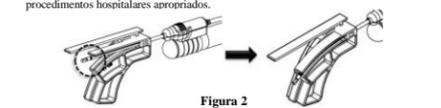

Figura 2
- Certifique-se de que a mais larga das duas listas pretas na cânula se estende para além da extremidade da aba de flexão antes de dobrar (*Figura 2*). Se se está não se estender para lá da extremidade da aba, a broca aspiradora pode não funcionar adequadamente depois de dobrada.
- NOTA:** A ponta da cânula para as brocas aspiradoras de 15ga, 10cm e 13ga, 10cm não se prolonga além da aba dobrada, como ilustrado na *Figura 2*. Para estas brocas aspiradoras, basta inserir-las (até não entrarem mais) na ferramenta de flexão antes de dobrar.